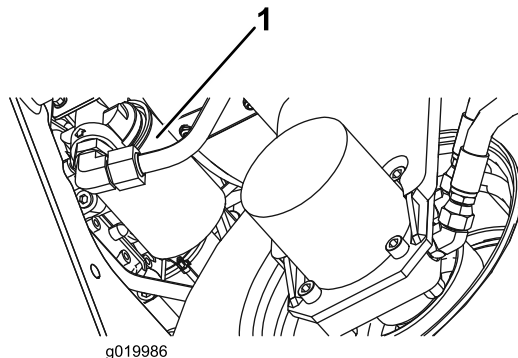

Bild 78
2. Reinigen Sie den Anbaubereich des Filters. Stellen Sie eine Auffangwanne unter den Filter (**Bild 78**) und entfernen den Filter.